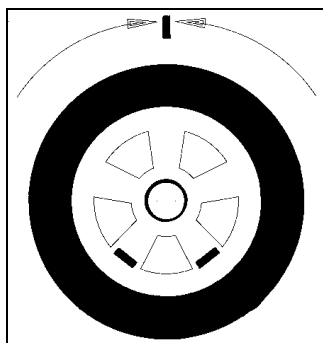

рис.20
- 4) В том случае, когда *внешний* груз находится в видимом положении, и вы желаете разделить его между двумя прилегающими спицами, необходимо поворотом колеса привести одну спицу в положение "смотрящей вертикально вверх" (12 часов, рис.20) и, *удерживая колесо в этом положении*, нажать кнопку ".".